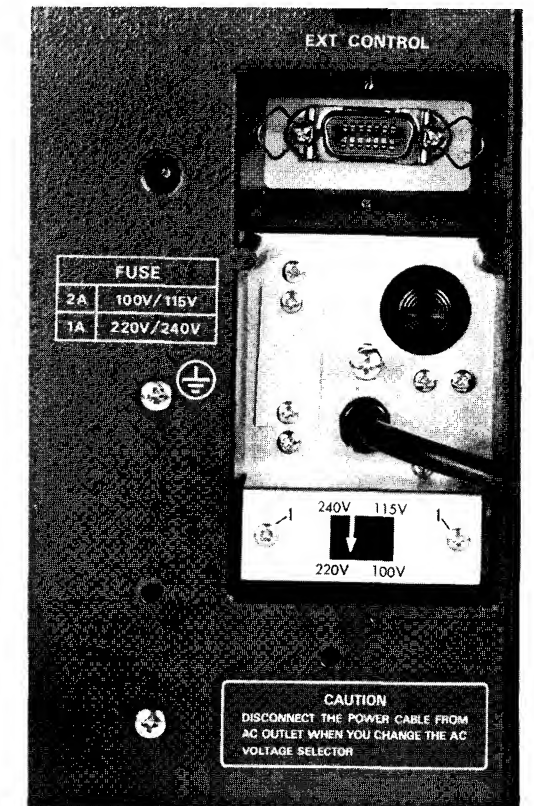

Fig. 2.
3.1. Tension secteur (Fig. 2, page 26)